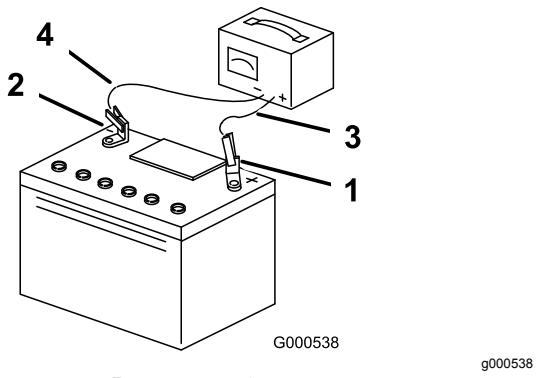

Рисунок 48
- После полной зарядки аккумулятора отсоедините зарядное устройство от электророзетки, а затем отсоедините провода зарядного устройства от штырей аккумулятора (Рисунок 48).